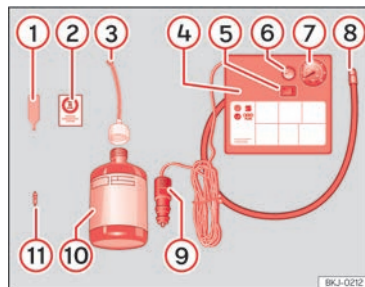

Abb. 192 Prinzipdarstellung: Inhalt des Reifenflicksets.
Das Reifenflickset befindet sich im Gepäckraum unter dem Bodenbelag. Es besteht aus folgenden Bestandteilen »» (Abb. 192):
- Ventilkappe und Ventileinsatz vom Reifenventil abschrauben. Verwenden Sie den Ventileinsatzdreher »» (Abb. 192) ① zum Herausschrauben
- Reifenfüllflasche kräftig schütteln »» (Abb. 192) ⑩.
- Einfüllschlauch »» (Abb. 192) ③ auf die Reifenfüllflasche schrauben. Die Folie am Verschluss wird automatisch durchstoßen.
- Verschlussstopfen vom Einfüllschlauch »» (Abb. 192) ③ entfernen und das offene Schlauchende auf das Reifenventil schrauben.
- Ventileinsatz mit dem Ventileinsatzdreher »» (Abb. 192) ① wieder in das Reifenventil schrauben.
- Reifenfüllschlauch »» (Abb. 192) ⑧ des Luftkompressors fest auf das Reifenventil schrauben.
- Prüfen, ob die Luftablassschraube »» (Abb. 192) ⑥ zuge dreht ist.
- Kabelstecker »» (Abb. 192) ⑨ in eine 12-Volt-Steckdose des Fahrzeugs stecken »» S. 188.
- Luftkompressor mit dem EIN-/AUS-Schalter »» (Abb. 192) ⑤ einschalten.
- Kleben Sie den Aufkleber »» (Abb. 192) ② im Sichtfeld des Fahrers auf das Kombi-Instrument.
»» (Abb. 192)  wieder an und lesen Sie den Reifenfülldruck an der Reifenfülldruckanzeige  ab.